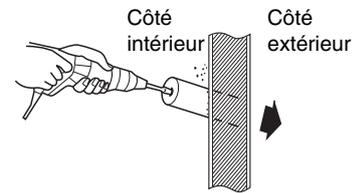

Fig. 3-76
- (8) Si le câblage et les tubes doivent passer derrière l'unité, percez un trou dans le mur. (Fig. 3-76)